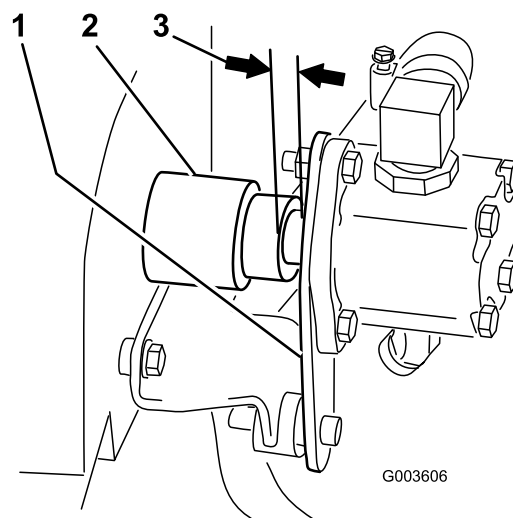

**Рисунок 21**
**Примечание:** Вал гидравлического насоса коснется конца вала механизма отбора мощности двигателя (Рисунок 21).
11. Нанесите стопорящий состав для резьбы, допускающий снятие, на 2 установочных винта (5/16 x 3/4 дюйма) и вставьте их в ступицу в сборе для закрепления вала гидравлического насоса (Рисунок 21).